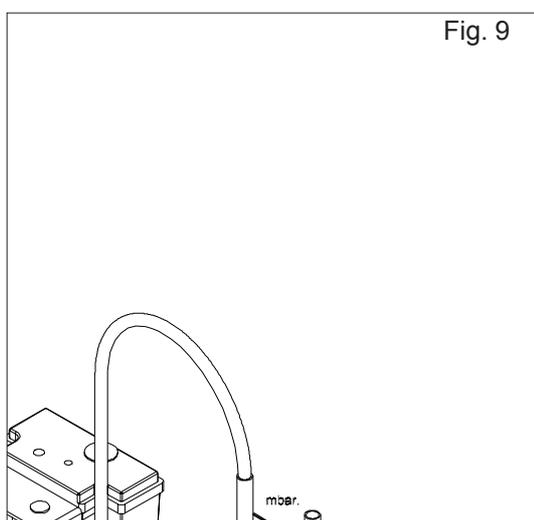

Fig. 9
- enlever la vis "P" ( Fig.9 ) sur la prise de pression dans la vanne;